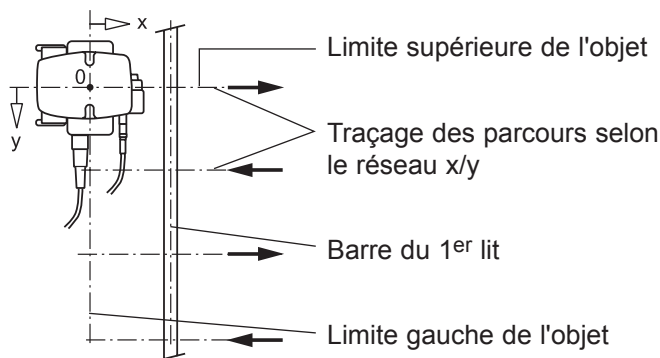

Fig. 5.14 Mesure avec la sonde mobile
- Lorsque l'armature du premier lit a une disposition verticale comme représenté à la Fig. 5.14, le tracé des déplacements devra être horizontal dans le sens y en respectant la distance par rapport à la trame choisie. Déplacer la sonde mobile le long de ces tracés. La plus petite couverture mesurée dans une trame est affichée et automatiquement enregistrée en tons de gris à la Fig. 5.16, pos. 7.